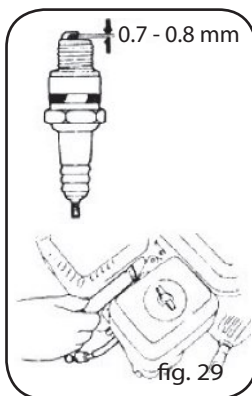

fig. 29
c) Medir o espaço livre da vela com um medidor de espessura. O espaço deve ser de 0,7~0,8 mm (Fig. 29). Se for necessário realizar regulações, incline delicadamente o eléctrodo lateral.